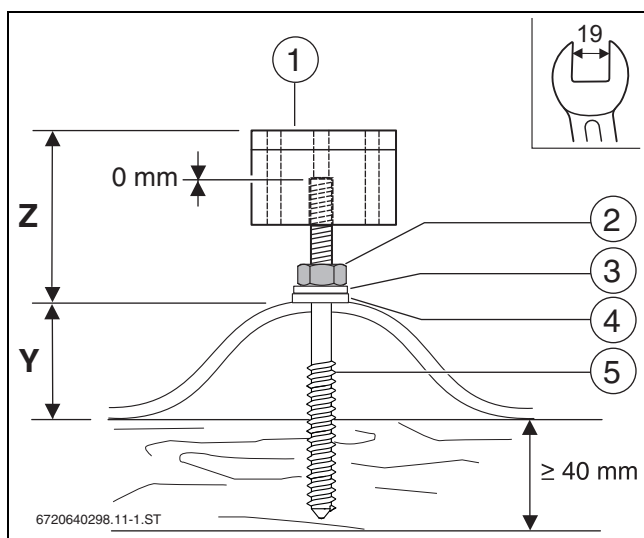

Fig. 37 Tornillo de doble rosca montado con caballete de soporte
- ▶ Enroscar los tornillos de doble rosca premontados con la llave para tornillos SW19 hasta que se alcance la medida Z (→ tab. 15) (→ fig. 37).
- ▶ Apretar la tuerca (→ fig. 37 [2]) hasta que la junta quede completamente situada sobre la placa ondulada.